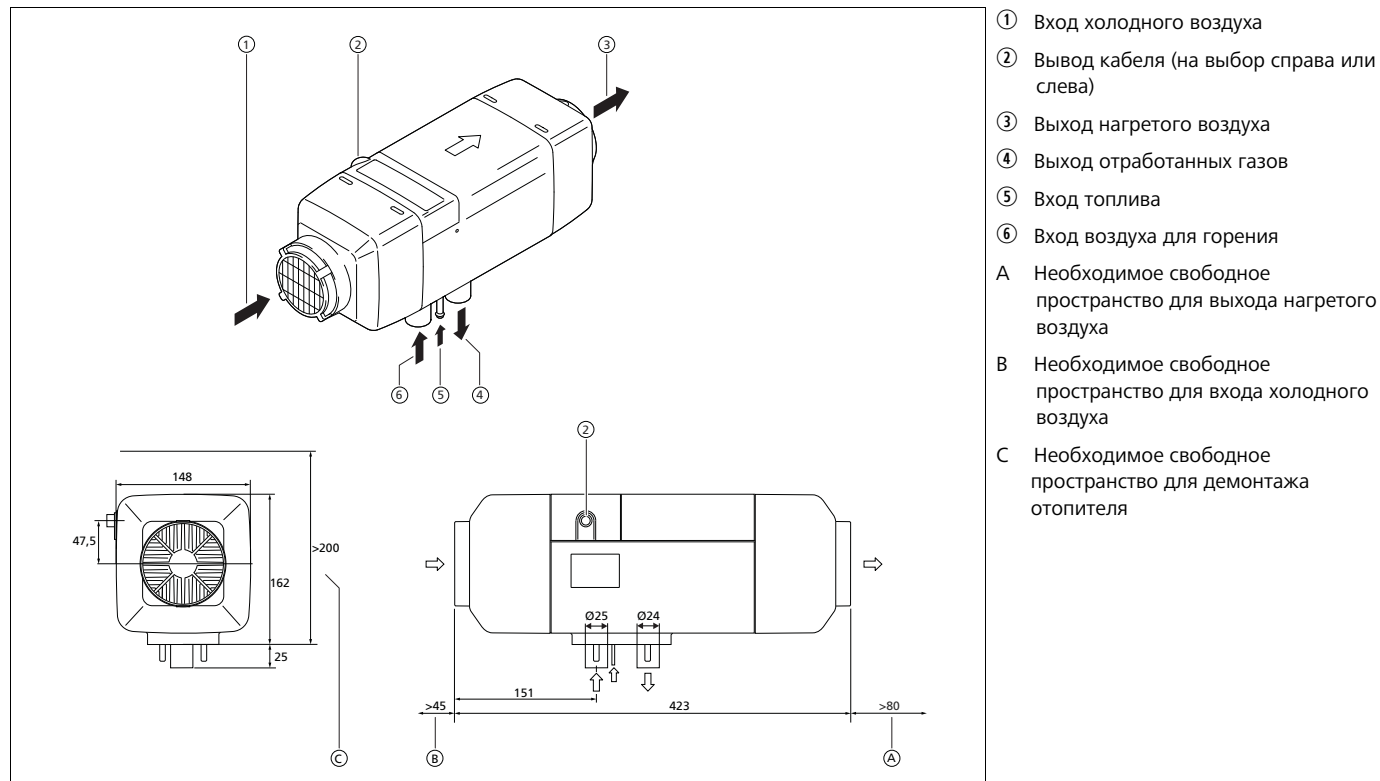
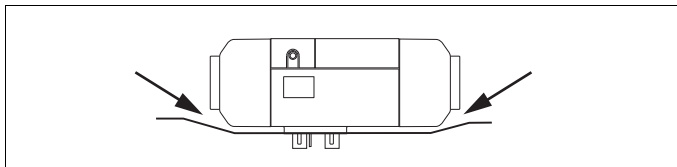

Рис. 3 Размеры и необходимое пространство [мм] Air Top Evo 40 / Air Top Evo 55
Рис. 7 Обеспечьте свободное пространство!
- ▶ Убедитесь, что корпус отопителя в смонтированном положении ни с чем не соприкасается (см. Рис. 7).
- Air Top 2000 STC: см. Рис. 3 и Рис. 7